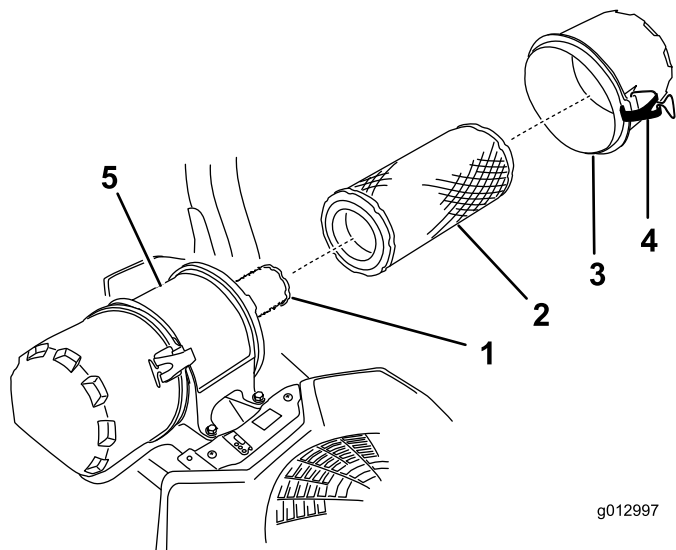

Figure 45
- Ouvrez les dispositifs de verrouillage du filtre à air et séparez le couvercle du corps du filtre (Figure 45).
- Sortez le préfiltre du corps du filtre avec précaution (Figure 45).
- Pour reposer l'élément de sécurité, glissez-le avec précaution dans le corps du filtre (Figure 45).
- Placez ensuite le préfiltre sur l'élément de sécurité avec le même soin (Figure 45).
- Remettez en place et verrouillez le couvercle du filtre à air (Figure 45).